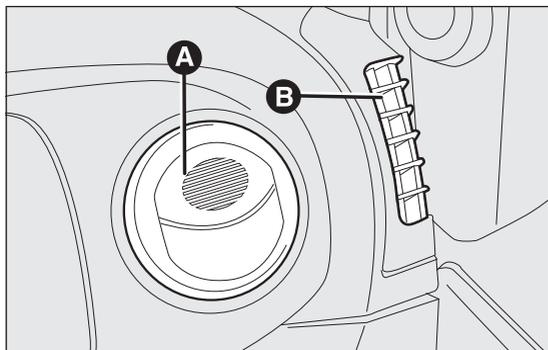

fig. 31
- A Diffusore laterale orientabile fig. 31
- B Diffusore fisso per vetri laterali fig. 31